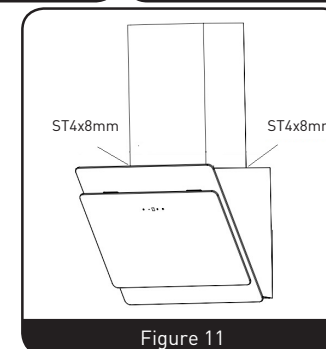

Figure 11
- Pour terminer, fixez la cheminée inférieure sur la hotte avec 2 vis ST4x8 mm. (Figure 11)